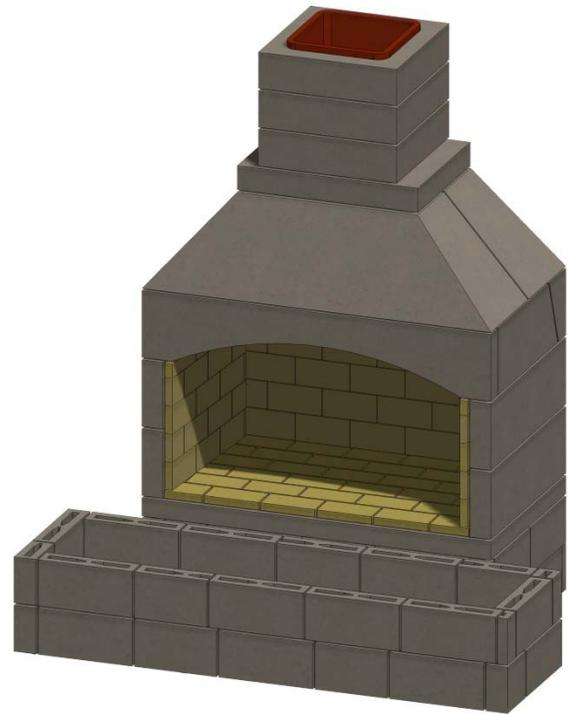

Figure 23. Base de l'âtre
P. Si un foyer doit être installé, et que cela n'a pas été fait précédemment à l'étape A, mettez en place des blocs de béton avec du mortier afin de créer une base pour le foyer. Voir la figure 23.